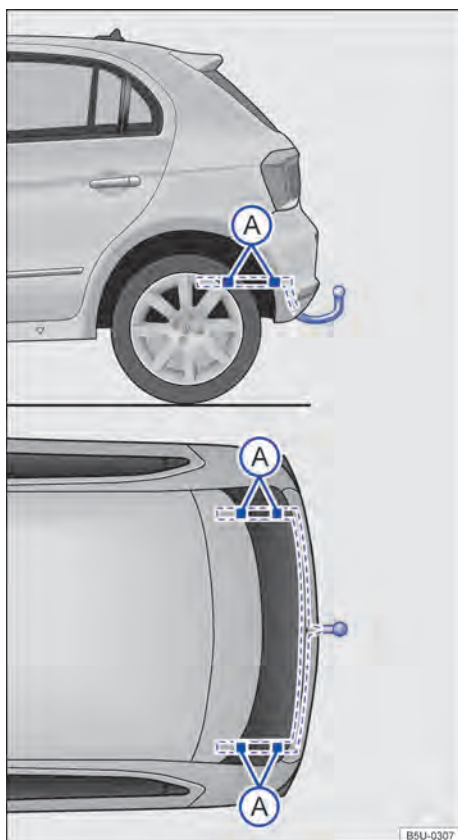

Fig. 141 Pontos de fixação para instalar um dispositivo de reboque posteriormente.
A figura → Fig. 141 ilustra, como exemplo, o ponto de fixação para instalar um dispositivo de reboque do modelo Gol.
A montagem posterior de um dispositivo de reboque deverá ser efetuada de acordo com as instruções do respectivo fabricante do engate, sempre respeitando os pontos de fixação indicados na → Fig. 141 (A).